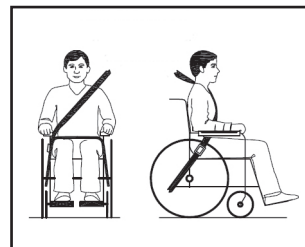

Abbildung 4
### Seite mit Armlehne ausgestattet (siehe Abb. 4)
- Der Hüftgurt sollte quer über die Vorderseite des Körpers bis zu dem Punkt laufen, an dem Hüfte und Oberschenkel aufeinander treffen, und dabei eng anliegen. Der obere Gurt muss dem Benutzer voll und ganz Unterstützung bieten, wie in Abbildung 4 zu sehen ist.